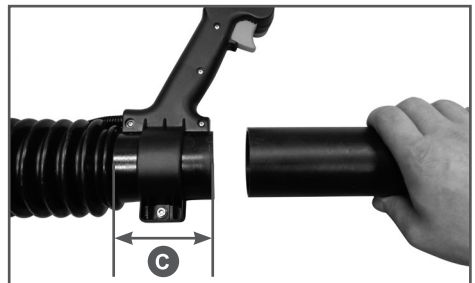

Рис. 4 Установка трубы напорной «А»
3. Вставьте трубу напорную «А» гладким концом в гибкую трубу на глубину «С» гибкой трубы (Рис. 4). «С» гибкой трубы (Рис. 4).